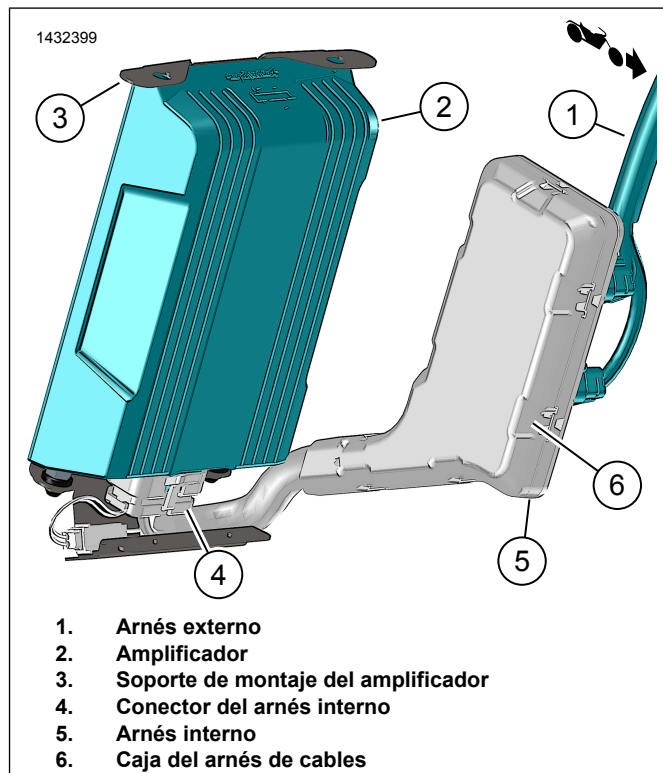

Figura 14. Conjunto del amplificador de la alforja derecha
6. Vea la Figura 14. Conecte el conector interno del arnés (4) al amplificador (2).
10. Vea la Figura 14. Instale la cubierta del arnés de cables (6).